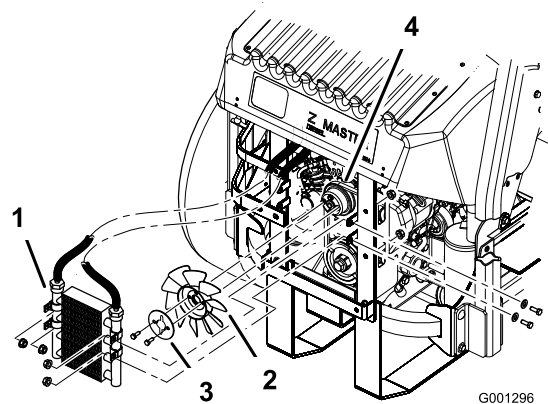

Figure 71
- Enlevez les 4 boulons de fixation du refroidisseur d'huile et placez ce dernier sur le côté (Figure 71).
- Enlevez les 2 boulons qui fixent le ventilateur et la plaque du ventilateur à la machine (Figure 71).
- Montez le ventilateur et sa plaque sur la machine au moyen des 2 boulons retirés précédemment (Figure 71).
- Remontez le refroidisseur d'huile au moyen des 4 boulons retirés précédemment (Figure 71).